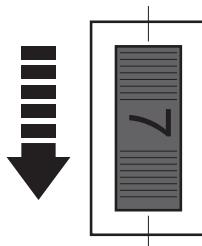

Fig. 13
- > Rode o seletor de velocidade (15) para um número maior para aumentar a velocidade (Fig. 13). Uma velocidade rápida é adequada para ferramentas de fresagem de diâmetro grande ou para trabalhar materiais duros como a madeira
- > Rode o seletor de velocidade (15) para um número menor para diminuir a velocidade (Fig. 13). Uma velocidade lenta é adequada para ferramentas de fresagem de diâmetro pequeno ou para trabalhar materiais macios como o plástico